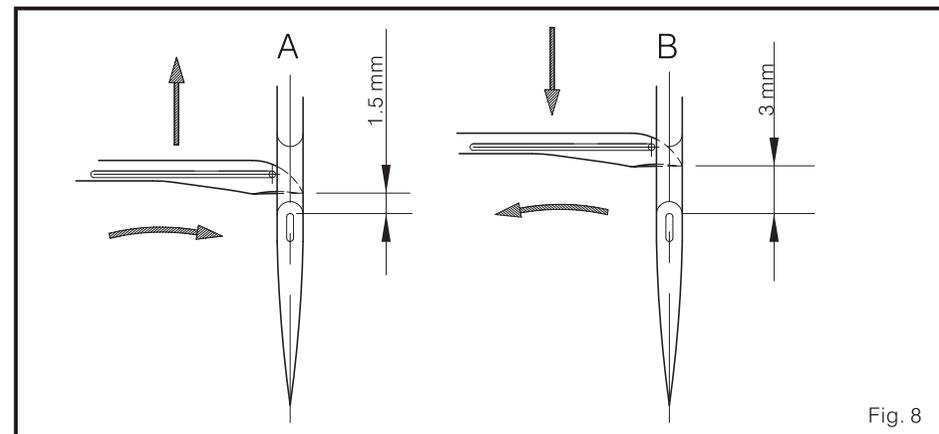

Fig. 8
1. Quando a agulha começa a mover para cima do ponto morto inferior, e a gorjeta do looper move à frente de atrás para ao lado da borda esquerda da agulha como na Fig. 8 (A) mostra, o espaço entre a gorjeta do looper e a borda superior da casa de botão de agulha deve ser 1.5 mm.
2. Quando a barra agulha se mexa abaixo, e a gorjeta do looper se move do fundo do ponto morto dianteiro à borda esquerda da agulha como se mostra na Fig. 8 (B), o espaço da gorjeta do looper para a borda superior da casa de botão de agulha deve ser 3 mm. Estas duas condições eles devem ter uma relação de ritmo apropriado